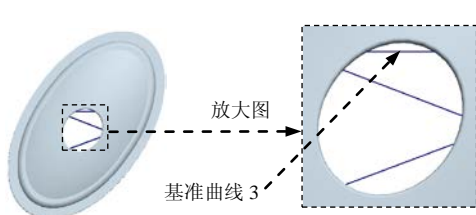
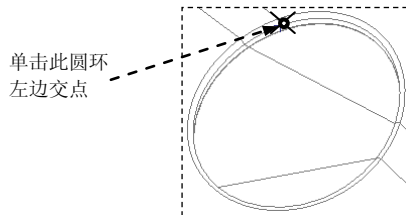
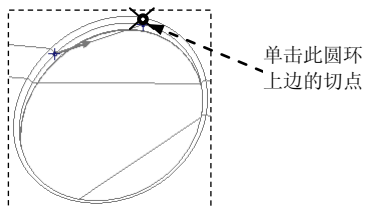

图 21.12 创建基准曲线 3
图 21.13 单击圆环左边交点
图 21.14 单击圆环上边切点
Step4. 创建图 21.12 所示的基准曲线 3。
(1) 选择命令。单击 **模具** 功能选项卡 **基准** 按钮，在系统弹出的菜单中依次单击 **曲线** **通过点的曲线** 按钮。系统弹出“曲线：通过点”操控板。
(2) 单击图 21.13 所示的圆环左边交点，然后将模型调整到图 21.14 所示的视图方位，单击圆环上边的切点。
(3) 在系统弹出的“曲线：通过点”操控板中单击 **✓** 按钮。完成基准曲线 3 的创建。